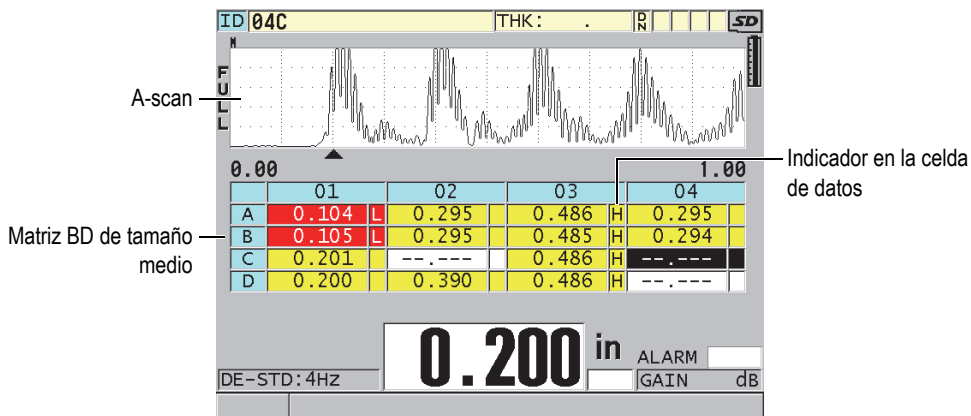

Figura 10-8 Ejemplo de una matriz BD de tamaño medio
[DB Grid] La matriz de la base de datos (matriz BD) es una tabla de representación de datos bidimensional (2D). Esta tabla permite el desplazamiento libre en cualquier dirección de la matriz, en vez de seguir una lista predefinida de números de identificación (ID). En vez de pasar automáticamente al siguiente ID, utilice las teclas de dirección para desplazar el cursor a la ubicación más conveniente. Es posible visualizar simultáneamente el A-scan, la matriz BD y la lectura del espesor (ver Figura 10-8 en la página 178). Las celdas de la matriz pueden ser configuradas para que muestren los indicadores y para que el color de fondo corresponda con el rango de espesor.
8. Determine el parámetro **INDICADOR CELDA DE DATOS (DATA CELL FLAG)** a una de las opciones disponibles para visualizar un indicador en cada celda de la matriz BD. El indicador en la celda de datos es una letra que aparece en una pequeña casilla a la derecha del valor de espesor en la matriz (ver Figura 10-8 en la página 178). Las opciones disponibles son: